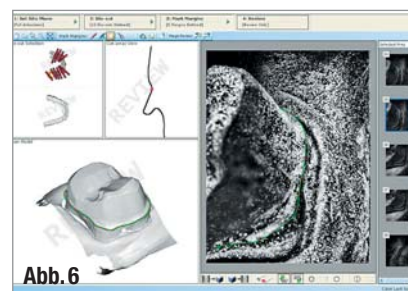

Abb. 6
Modell wurde virtuell einartikuliert (Abb. 4). Danach legte der Zahntechniker die Position der Sägeschnitte (Abb. 5) sowie die Präparationsgrenzen fest. Um deren Verlauf exakt überprüfen zu können, bietet die Software sowohl eine 2-D- als auch eine 3-D-Ansicht (Abb. 6 und 7). Dreidimensional stellt sich das Modell allerdings nur bei Betrachtung mit einer Anaglyphenbrille (rot/grün) dar.
- ▲ Abb. 6: Festlegen der Präparationsgrenze in 2-D- ...